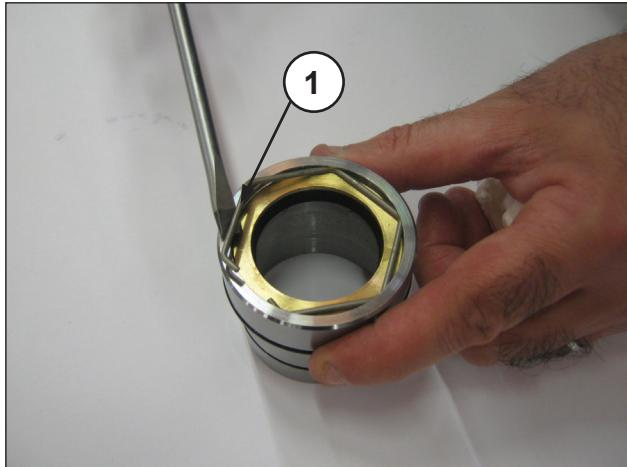
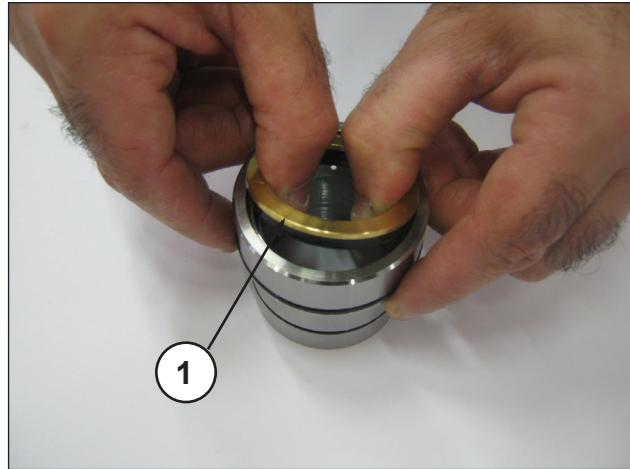

Fig. 27
Fig. 28
Pour retirer le joint basse pression retirer la bague de fixation (rep. ①, Fig. 27), et la bague d'étanchéité (rep. ①, Fig. 28).